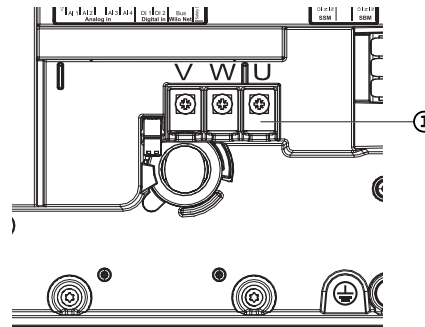

Fig. 115: Moottorin liitäntäliittimet V, W, U
5. Irrota moottorin liitäntäkaapeli (Fig. 115).